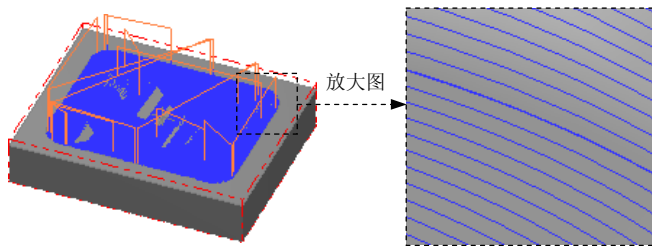

图 10.18 刀具路径
(1) 在“曲面精加工交线清角”对话框中单击 **交线清角精加工参数** 选项卡，在 **平行加工次数** 区域选中 **无限制** 单选项，然后在 **步进量** 文本框中输入 0.2，取消选中 **设定深度(D)...** 复选框。
(2) 设置间隙参数。单击 **间隙设置(G)...** 按钮，系统弹出“刀具路径的间隙设定”对话框，在 **位移小于允许间隙时，不提刀** 区域的下拉列表中选择 **沿着曲面(s)** 选项并选中 **✓ 切削顺序最佳化** 复选框，其他参数设置保持系统默认设置。单击 **✓** 按钮，系统返回至“曲面精加工交线清角”对话框中。
(3) 单击 **✓** 按钮，同时在图形区生成图 10.18 所示的刀具路径。